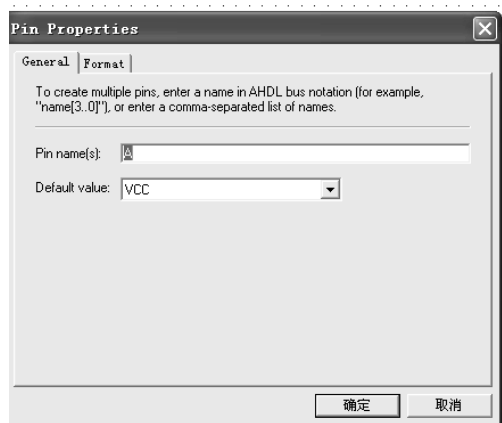

图 5.2.13 “Pin Properties (端口属性设置)”对话框
(1) 修改输入端口属性。双击输入端口 input，弹出属性对话框，如图 5.2.13，将端口名称 Pin name 设置为 A。以此类推，将其余两个输入端口名称设置为 B 和 C。